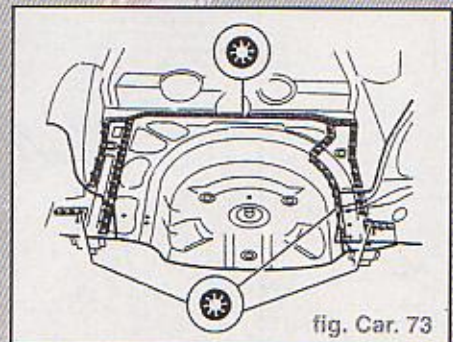

fig. Car. 73
- Souder le cuvelage de roue de secours par bouchonnage sous gaz de protection (fig. Car. 73)